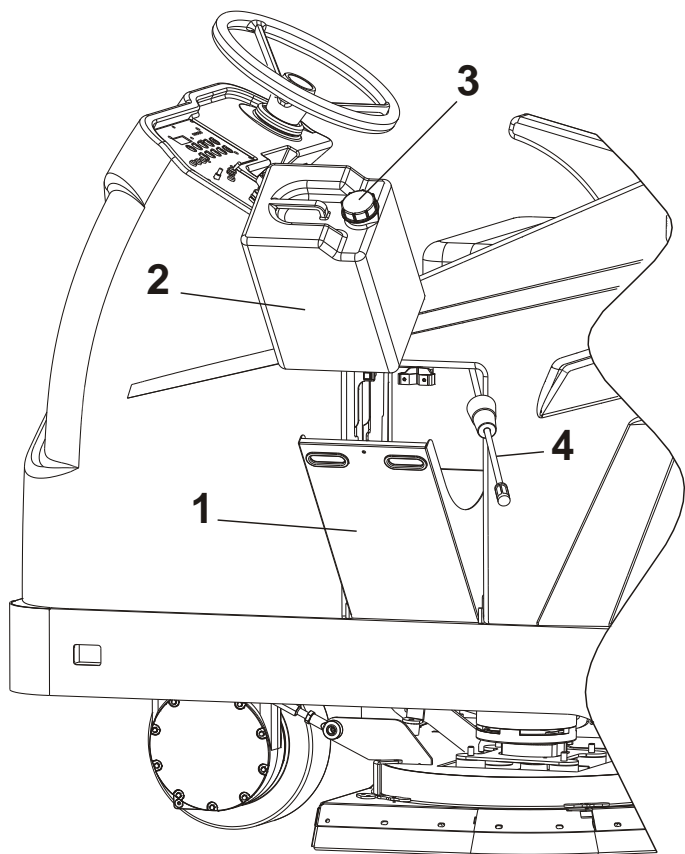

FIG. 1
- Abrir el cofre pos.1;
- Extraer el tubo pos.4 para que no estorbe cuando se insertar el bidón;
- Insertar el bidón pos.2 como indicado en FIG.1. Mientras se realiza esta operación, no remover el tapón pos. 3 para evitar que salga el detergente.